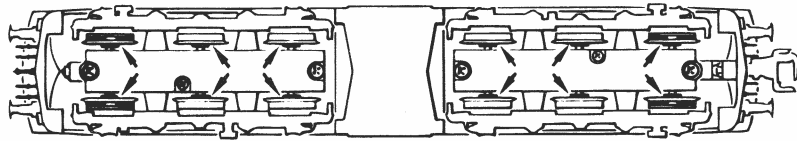

Fig. 8
**5. Haftreifenwechsel:** Zuerst die Drehgestellblenden abnehmen. Danach den **Haftreifen** mit einer Nadel oder einem feinen Schraubendreher abziehen (Fig. 8). Beim Aufziehen des neuen Haftreifens bitte darauf achten, dass dieser sich **nicht verdreht**.
**5. Skift af hæfteringe:** Fjern hertil først bogierammerne. Tag derefter hjulsættet ud og træk hæfteringen ud med en nål eller med en fig og lille skruetrækker (fig. 8). Vær opmærksom på, at den nye hæftering ikke snor sig, når den sættes på.
**5. Change of traction tyre:** Remove bogie blind, and then remove **traction tyre** using a pin or a fine screwdriver (fig. 8). When pressing on the new traction tyre please **avoid twisting it**.